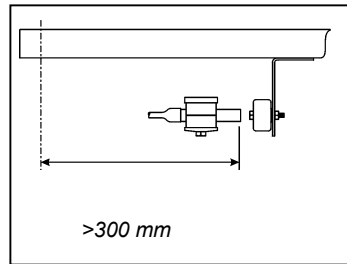
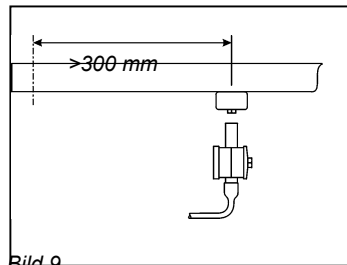

Bild 8
Bild 9
Klären Sie zuerst mit dem Bediener die am besten geeignete Wiegeposition für die Beladungsaufgaben ab. Der Sensor und der Magnet müssen so angeordnet werden, daß der Magnet auf der gegenüberliegenden Seite der Frontfläche des Sensors, in der Wiegeposition liegt (Bild 8). Die Sensorkabel sind etikettiert, um die Sensoren zu identifizieren - 'R' für den Referenzsensor und 'D' für den Richtungssensor. Der Referenzsensor 'R' muss sich immer oben befinden.
2. Die mitgelieferten Sensor- und Magnet Montagebauteile können falls erforderlich angepasst werden. Der Sensor kann parallel (Bild 8) oder im rechten Winkel zum Hubarm (Bild 9) angebracht werden. Wenn Sie sich entscheiden wo und wie Sie den Sensor und den Magneten anbringen wollen, achten Sie in allen Fällen darauf, daß :
- (a) der Sensor mindestens 300 mm vom Drehpunkt des Hubarms entfernt ist (Bild 8 und 9).